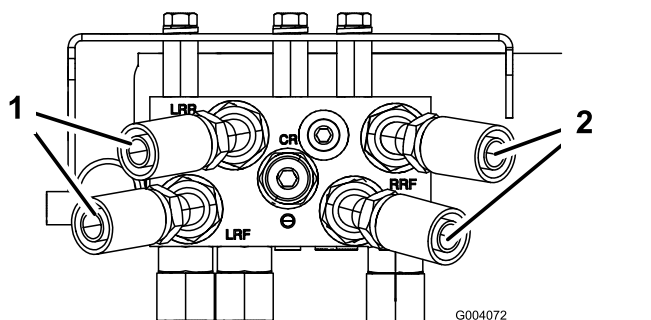

Bild 6
- Schrauben Sie das 45°-Anschlussstück lose an jedem Hydraulikschlauch auf die geraden Anschlussstücke hinten am Verteiler (**Bild 6**).